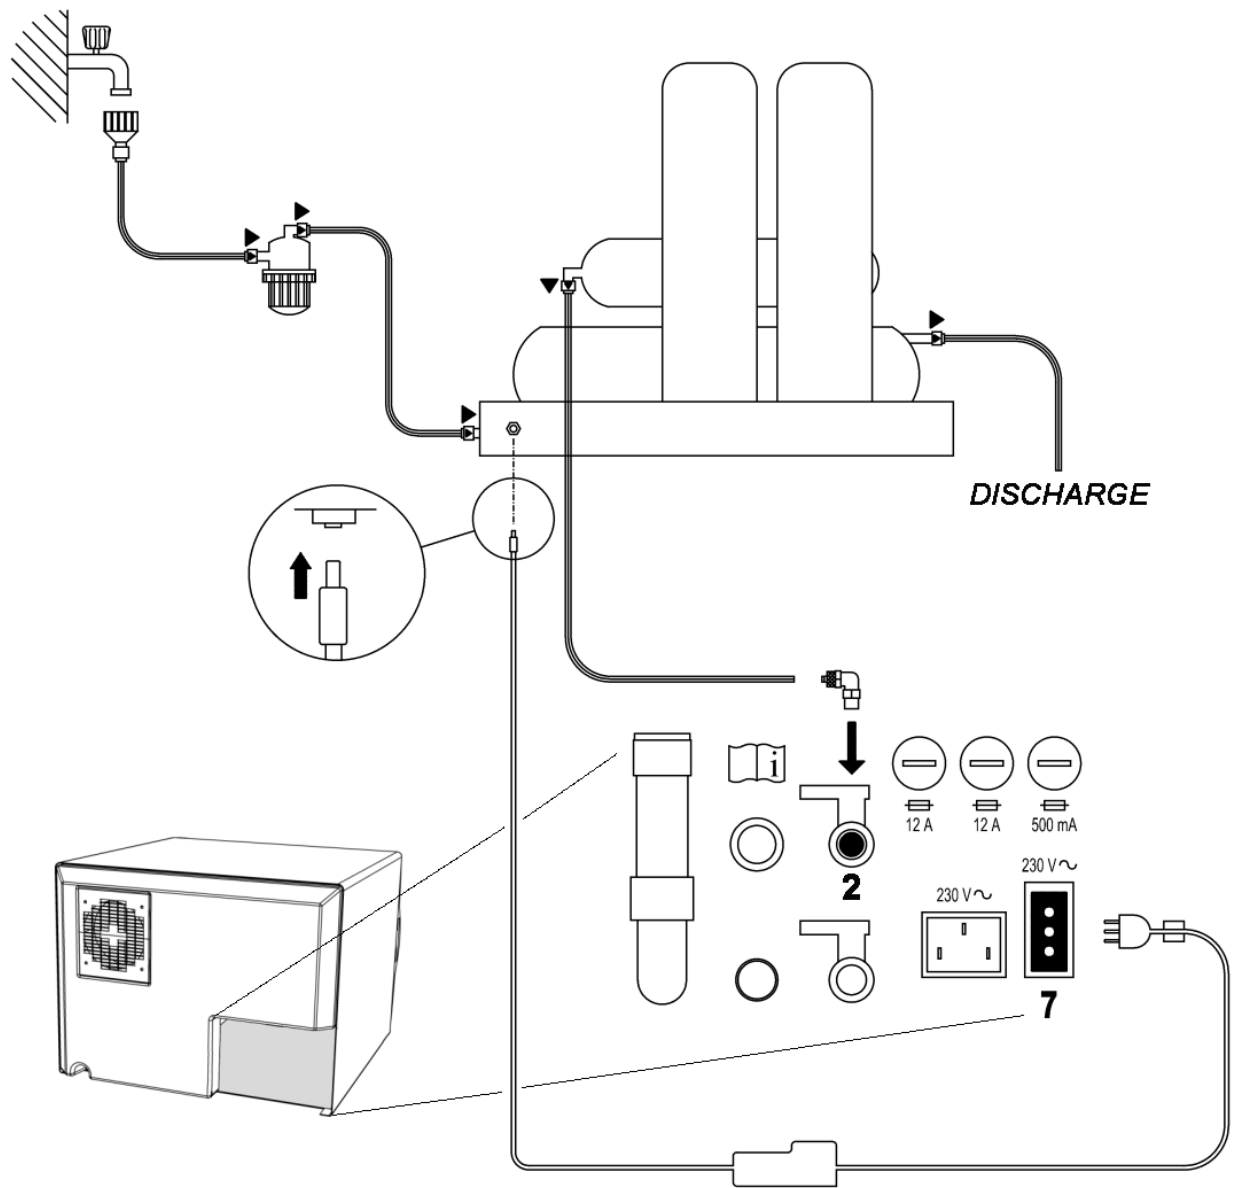

FIG.32
5. Avvitare il raccordo - portatubo sul filetto femmina dello scarico dell'acqua Pulita FIG.32 pos. **2**;
7. Inserire la spina del demineralizzatore nella presa FIG.32 pos. **7** nel retro dell'autoclave;